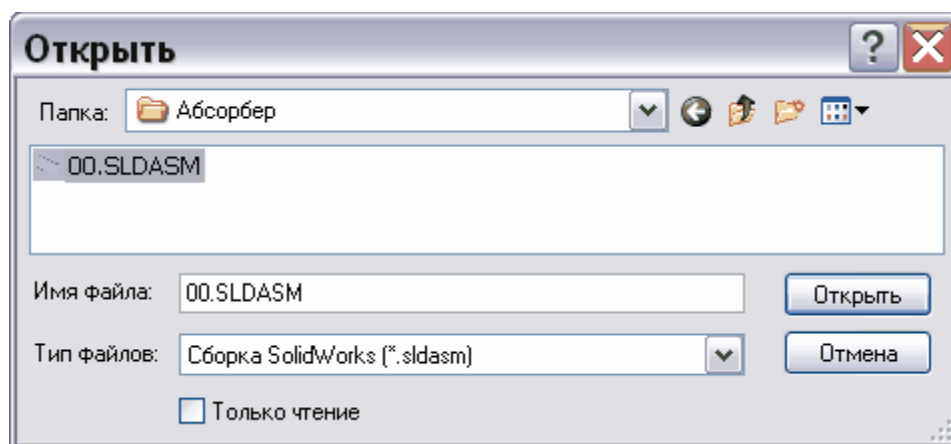

Рис. 26
2. В окне **Открыть** найдите папку **Примеры / Раздел- 8/ Абсорбер/** и выберите файл модели **00.sldasm** (Рис. 26).